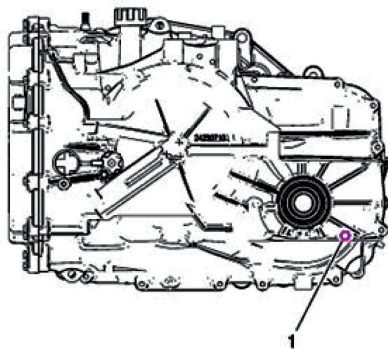

图 3-3-22 油位螺塞位置
- 5) 用升降机举升车辆。发动机运转且变速杆挂驻车档 (P) 时，车辆必须置于水平位置。
- 6) 车辆怠速运行时，拆下油位设置螺塞，排出所有油液。油位螺塞位置如图 3-3-22 所示。
① 如果油液稳定地流出，等待，直到油液开始滴落。
② 如果没有油液流出，添加油液直到油液滴落。
① 如果油液颜色很深或发黑，还有燃烧的气味，检查油液是否有多余的金属微粒或其他碎片。油液中有少量摩擦生成的物质属正常情况。如果在油液中发现大片